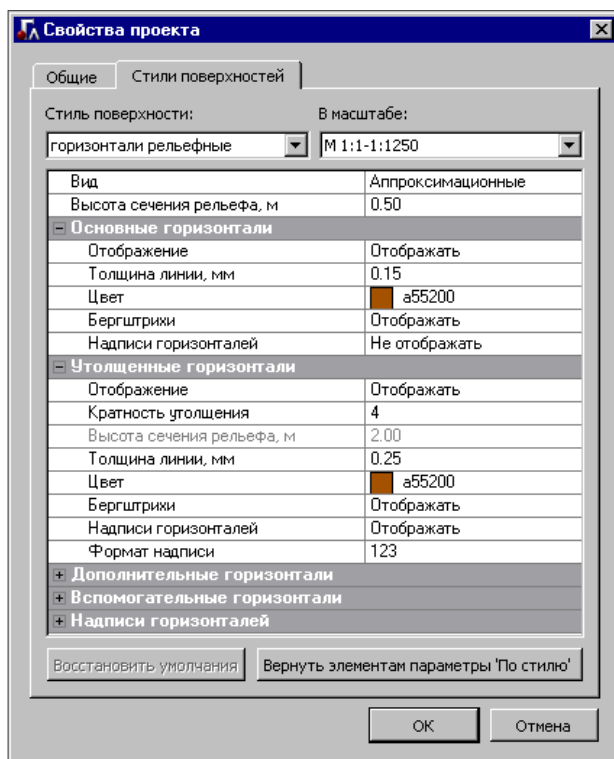

Рис. 3.8
- группа настроек, одинаковых для однотипных элементов (стили размеров, стили поверхностей, свойства подписей точек). Настройки стилей размеров и поверхностей задаются в диалоге **Свойства проекта** (рис. 3.8), который открывается одноименной командой из главного меню **Установки/Активный проект** для активного проекта или из контекстного меню для любого выбранного проекта.
Эти настройки доступны также в контекстном меню каждого слоя (рис. 3.8), которое вызывается правой клавишей мыши после наведения курсора на название слоя.